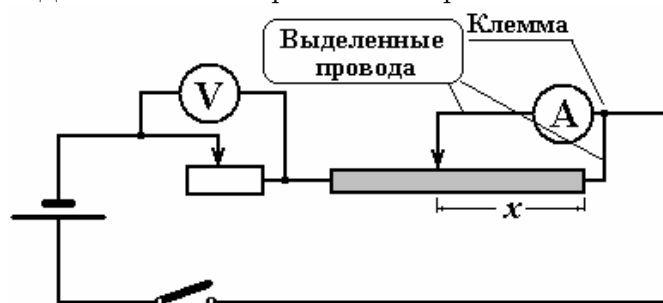

Рис. 2
3.1. Соберите схему, показанную на рис. 2.